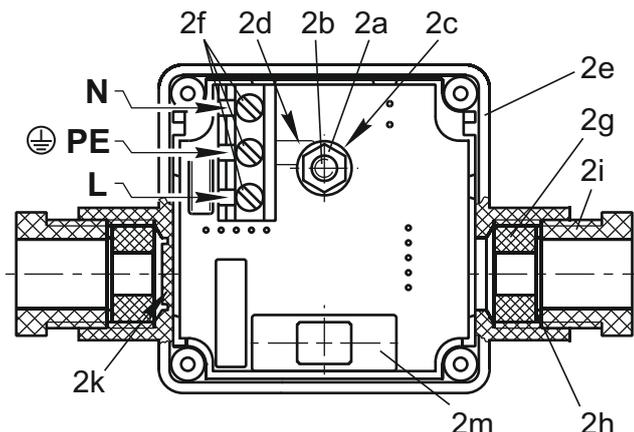

Рис. 2
4.3.3 На лицевой поверхности клеммной коробки открутите четыре винта крепления крышки. Снимите крышку клеммной коробки вместе с резиновым уплотнением. Клеммная коробка со снятой крышкой показана на рис.2.